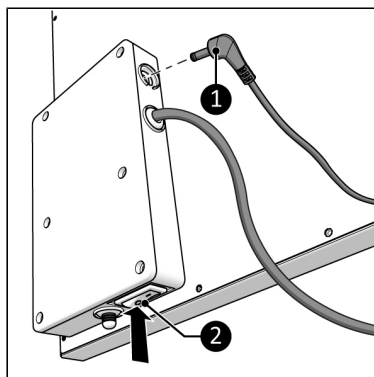

Figure 56.
1. Assurez-vous que le commutateur ON/OFF est en position OFF (Figure 56, pos. 2).
2. Connecter le connecteur du capteur de température externe (Figure 56, pos. 1) à la fiche du capteur.